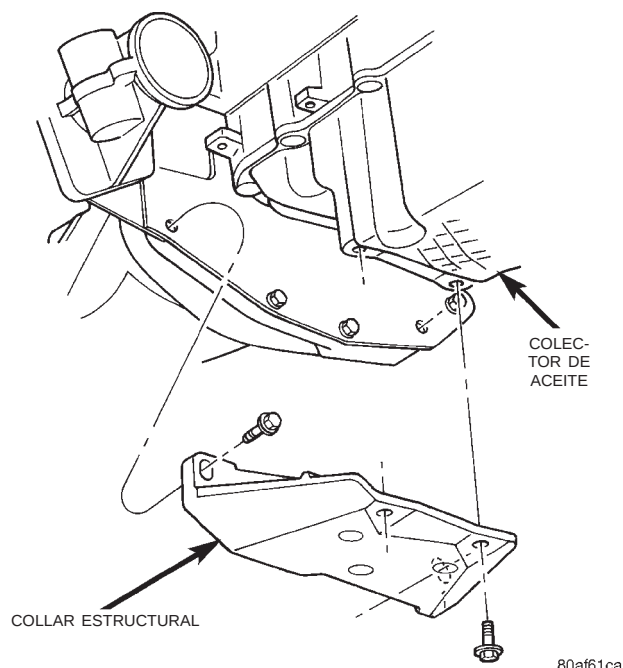

Fig. 86 Collar estructural —Desmontaje e instalación
(1) Drene el aceite del motor.
(2) Retire el soporte de montaje del motor delantero. Para informarse sobre los procedimientos, consulte Soporte del motor—Delantero en esta sección.
(3) Retire la barra de flexión del sistema de transmisión.
(4) Retire el collar estructural situado entre el colector de aceite y el transeje (Fig. 86).
(5) Retire la tapa guardapolvo inferior del transeje.
(6) Si tiene instalado aire acondicionado, retire el filtro de aceite y adaptador. Consulte Desmontaje e instalación del adaptador del filtro de aceite en esta sección.
(7) Retire el colector de aceite.
(8) Instale el collar estructural (Fig. 86) siguiendo los 3 pasos de la secuencia de torsión que se detallan a continuación:
(9) Llene el cárter del motor con el aceite adecuado hasta el nivel correcto.